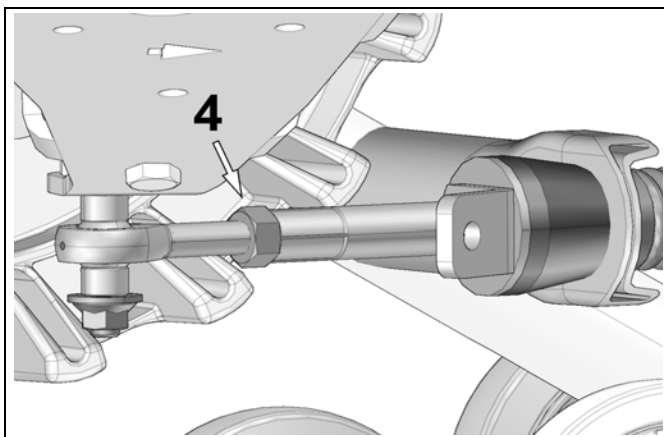

Abbildung 4
- Wenn der Anstellwinkel korrekt eingestellt ist, schrauben Sie die Gegenmutter (4) wieder mit einem Anzugsmoment von 40 N•m [30 lb•ft] fest. Siehe Abbildung 4.